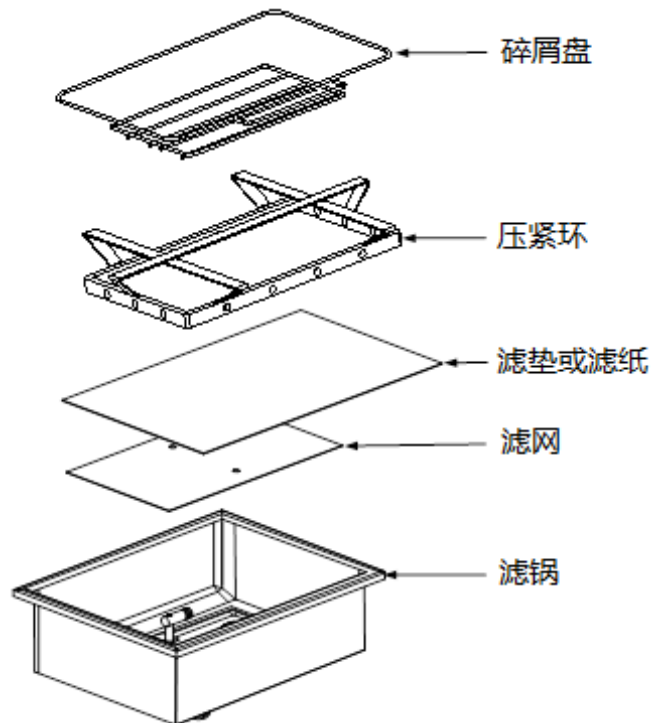

图 1
1. 从炉柜中拉出滤锅，取下碎屑盘、压紧环、滤纸和滤网。（参见图 1）使用溶有洗涤剂 and 热水的溶液清洗所有组件，然后将其彻底晾干。
3. 然后以相反顺序，将金属滤网放置在过滤盘底部中心，接着放一张滤纸在滤网上面，所有边均需重合。(参见图 1) 如果使用滤垫，确保滤垫粗糙面朝上，并将滤垫放置在滤网上，确保滤垫处于滤锅的凸脊之间。